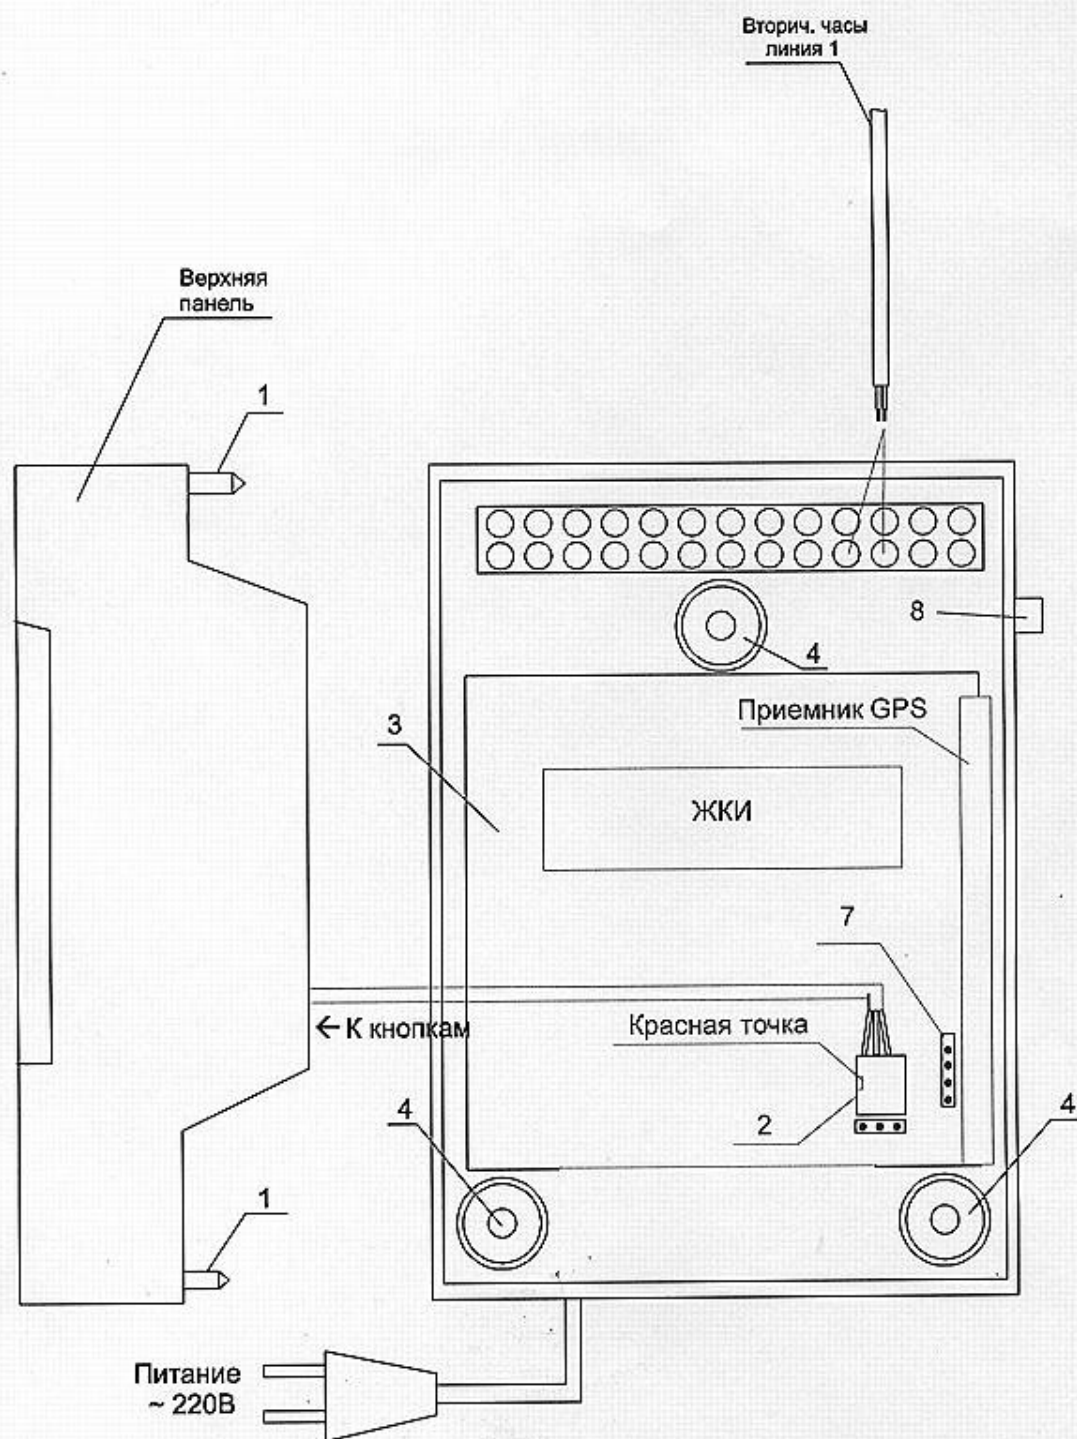

Рис. 1.
4.1. Выверните четыре винта 1, расположенных на верхней панели ЧС (см. Рис.1). Осторожно снимите верхнюю панель и отсоедините разъем 2, соединяющий кнопки с печатной платой 3.
4.4. Подсоедините линию вторичных часов в соответствии со схемой рис.1